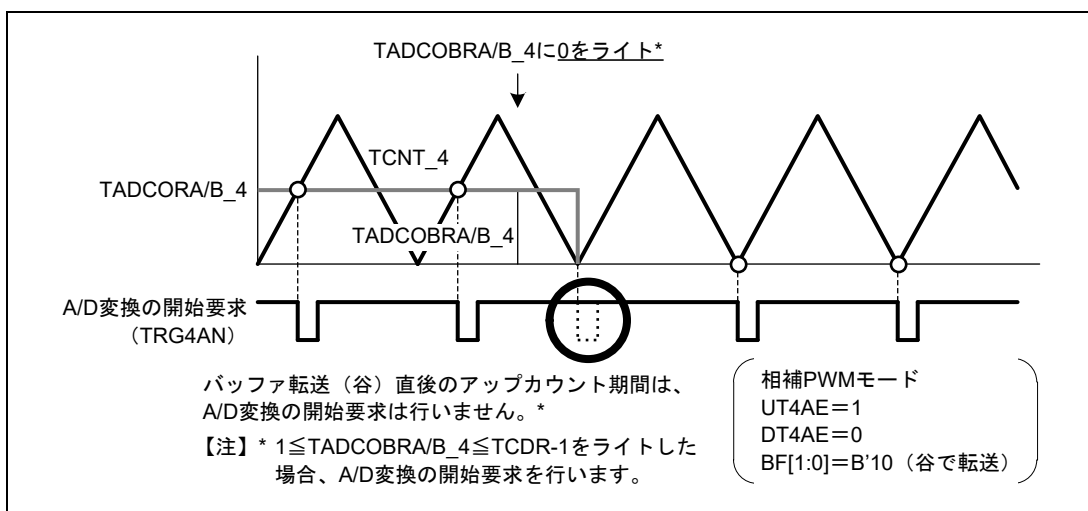

図 12.115 TADCOBRA/B_4 に 0 をライトした時の A/D 変換の開始要求
- TADCOBRA/B_4に0、かつ、TADCRのUT4AE、UT4BEビットに1を設定して、TCNT_4の谷でバッファ転送した時、転送直後のアップカウント期間についてはA/D変換の開始要求を行いません（図12.115）。